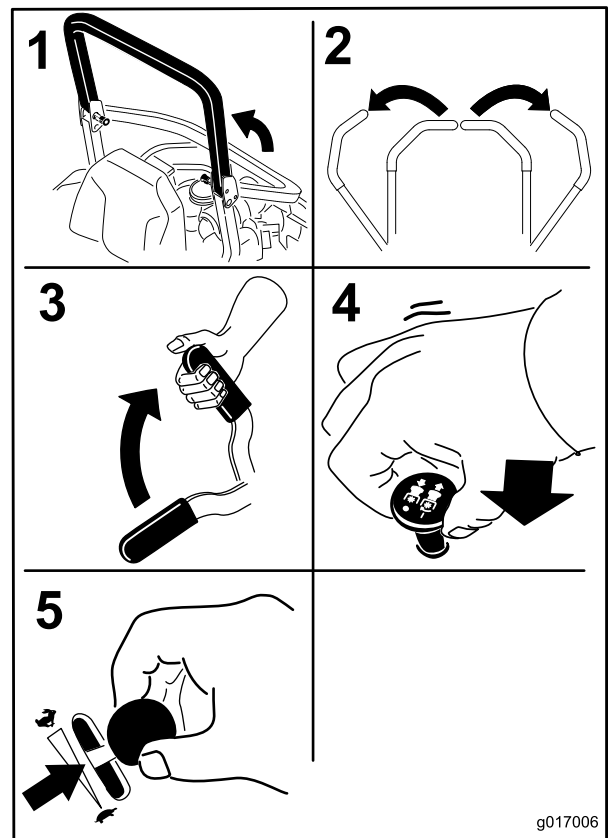

Figure 18
1. Relevez le système ROPS et verrouillez-le en place. Asseyez-vous sur le siège et attachez la ceinture de sécurité (opération 1 dans Figure 18).
2. Placez les commandes de déplacement en position de verrouillage au point mort (opération 2 dans Figure 18).
3. Serrez le frein de stationnement; voir Serrage du frein de stationnement (page 20) (opération 3 dans Figure 18).
4. Placez la commande des lames (PDF) en position désengagée (opération 4 dans Figure 18).
5. Réglez la commande d'accélérateur à mi-course entre les positions bas et haut régime (opération 5 dans Figure 18).